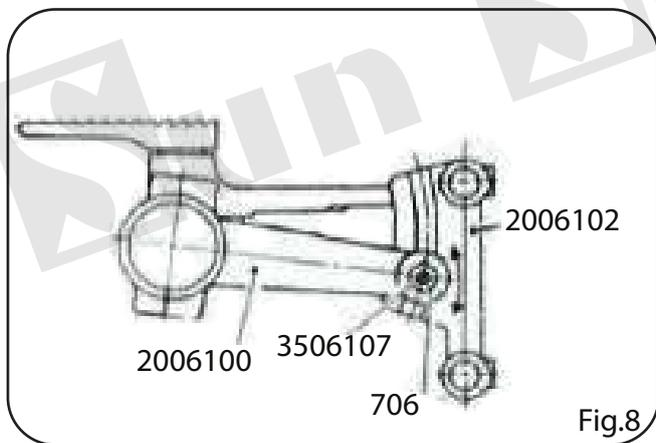

Fig.8
Para ajustar, soltar a porca (706) do ponto de regulação do parafuso (3.506.107), que liga o alimentador (2.006.102), com avanço de ligação excêntrica (2.006.100), mostrado na Fig.8, e mover-se do ponto de regulação do parafuso para cima para diminuir a largura do ponto para baixo, para aumentá-la .